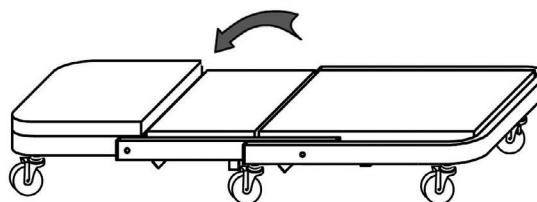

Figure 3 : Réglage du siège à la configuration du chariot
Étape 1. Repérez, puis déverrouillez la goupille de verrouillage à ressort en tirant dessus jusqu'à ce qu'elle soit dégagée; au même moment, faites basculer le bâti de tête et le bâti médian vers le haut sur la section du bâti arrière, jusqu'à ce que la goupille de verrouillage puisse s'enclencher dans le manchon de fixation du siège du chariot (figure 3). Assurez-vous que la goupille de verrouillage est bien enclenchée.